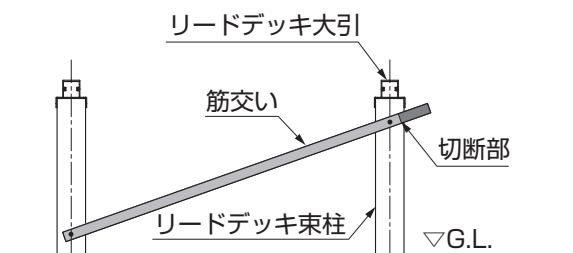
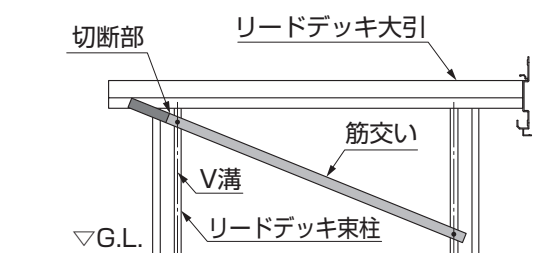

図9-1 正面側
図9-2 側面側
- ①筋交いの取付位置を確認し、リードデッキ束柱からはみ出さないように切断してください。(図9-1、図9-2参照)